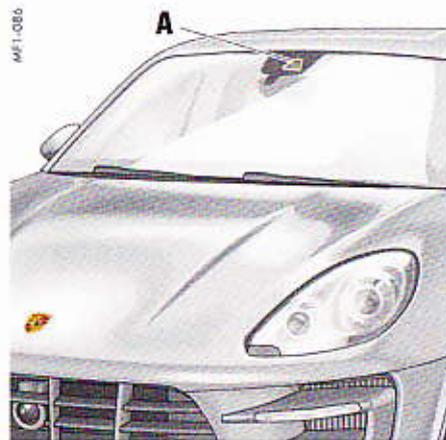

Fig. 1 : Position de la caméra
- Ne couvrez pas la zone de la caméra au niveau du rétroviseur intérieur (Fig. 1) avec des corps étrangers (autocollant par ex.).